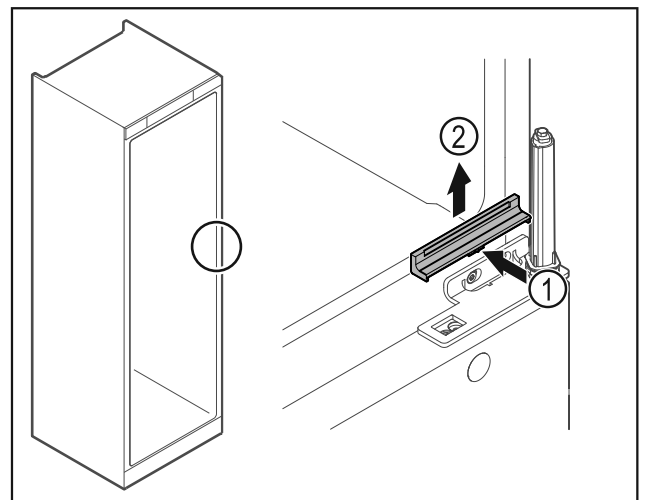

Fig. 31
- ▶ Apăsați apărătoarea Fig. 31 (1) ușor în centru și detașați-o în sus Fig. 31 (2).